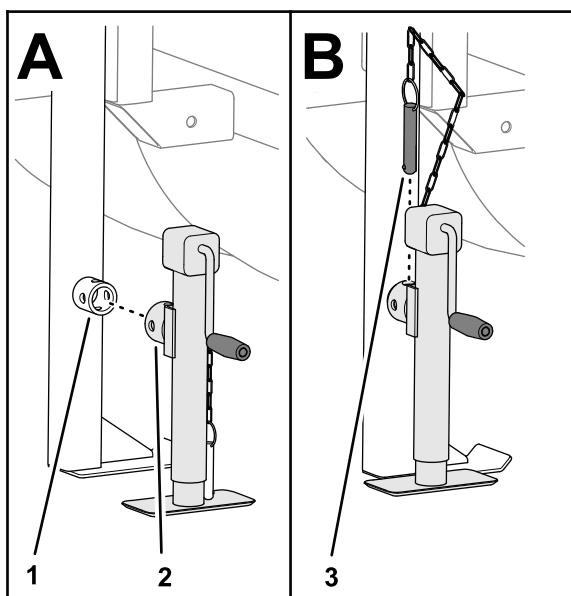

Figure 24
2. Montez le cric à la verticale sur la béquille arrière et fixez-le en place avec la goupille (Figure 24).